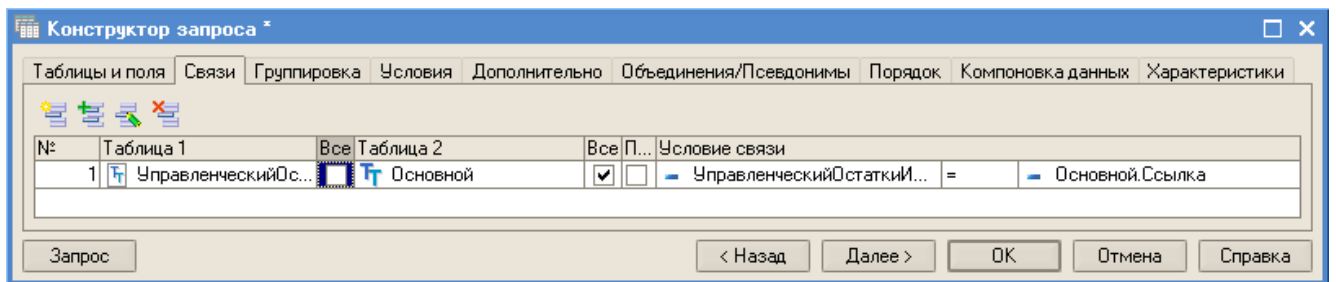

Рис. 171
- перейдите на закладку *Связи* и укажите, что из таблицы **Основной** будут выбираться все записи, а из таблицы регистра – только те, которые соответствуют условию связи (рис. 171);